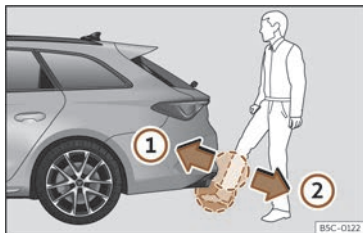

Fig. 90 Hayon du coffre à bagages à ouverture contrôlée par capteur (Easy Open).
• Approchez rapidement votre pied et le bas de votre jambe le plus près possible du pare-chocs. Le bas de la jambe doit s'approcher de la zone du capteur supérieur et le pied de la zone du capteur inférieur»» **fig. 90 ①**.
• Retirez rapidement votre pied et le bas de votre jambe de la zone des capteurs »» **fig. 90 ②**. Le hayon arrière s'ouvre automatiquement.